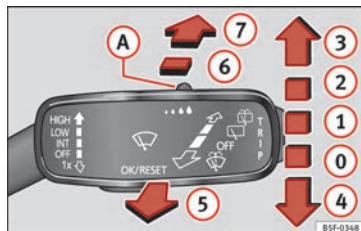

Fig. 41 Utilisation de l'essuie-glace avant et arrière.
| 1 | | Balayage intermittent de l'essuie-glace. Grâce à la commande » fig. 41 (A) réglez les niveaux de balayage (sur les véhicules équipés de détecteur de pluie) ou la sensibilité du détecteur de pluie. |